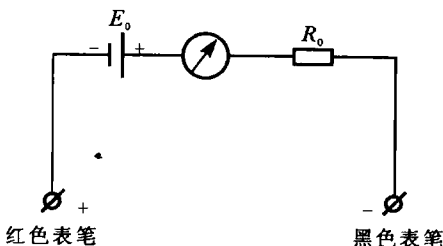

图 1-4 万用表电阻挡等值电路
1. 使用万用表测量晶体管时,主要利用电阻挡,此时表内的等效电路如图 1-4 所示。其中 R_0 为万用表的等效内阻, E_0 为万用表的电源电压。当万用表处于 $R \times 1$ 、 $R \times 10$ 、 $R \times 100$ 、 $R \times 1k$ 挡时,一般 $E_0 = 1.5V$ 。测量晶体二极管和晶体三极管时,正是利用万用表电阻挡的等效电路原理来进行的,应用挡次以 $R \times 100$ 或 $R \times 1k$ 为好,这时 R_0 较大流过的电流较小,可以避免损坏晶体管。不宜采用 $R \times 10k$ 挡,因为该